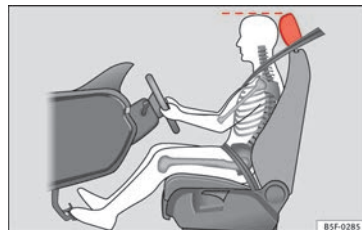

Fig. 78 Position correcte de l'appuie-tête du conducteur
- Réglez l'appui-tête de sorte que le bord supérieur de celui-ci soit à la même hauteur que la partie supérieure de votre tête » fig. 78.